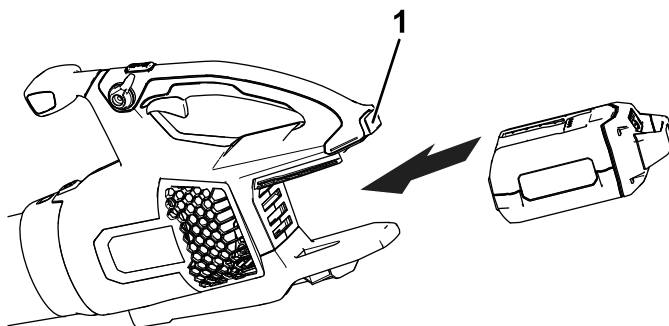

Bild 5
2. Fluchten Sie das Loch im Akkupack mit der Zunge im Griffgehäuse aus (Bild 5).
3. Halten Sie den Griff, und drücken Sie das Batteriepack in den Griff, bis der Riegel einrastet (Bild 5).